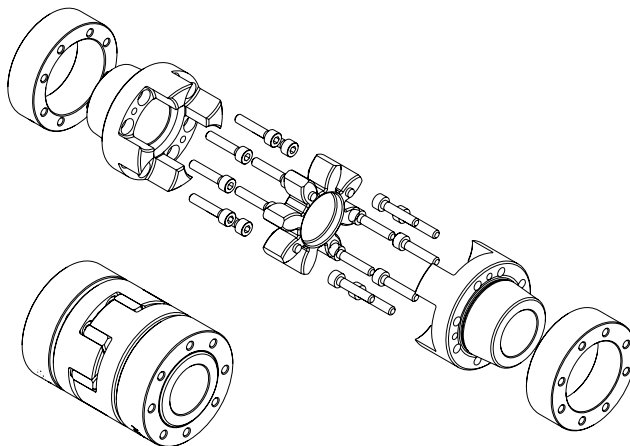

Figura 4-5 - Assemblaggio GESA e GESAP
- Montare i mozzi sull'albero motore e condotto (vedi FIGURA 4-5)